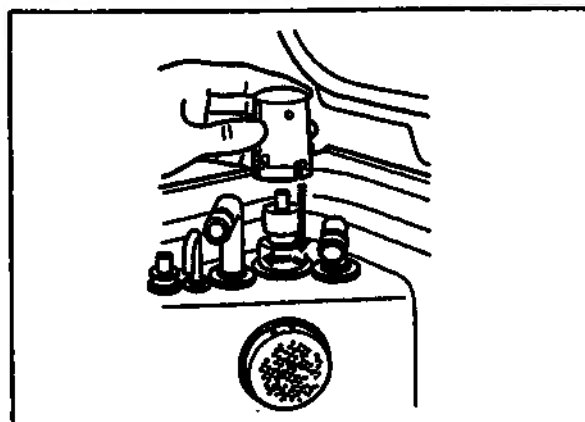

Рис. 6.35
6. Присоедините крышку поплавкового переключателя на прежнее место над переключателем (см. рис. 6.35).